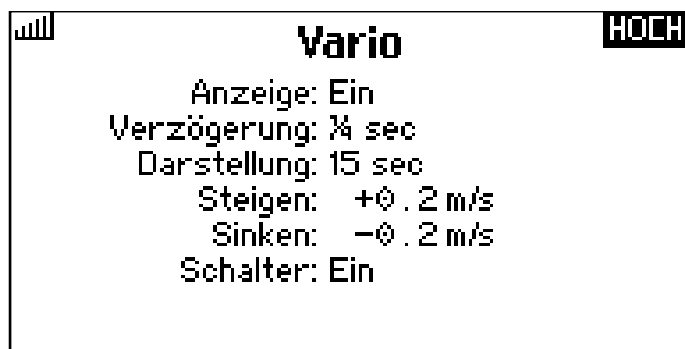
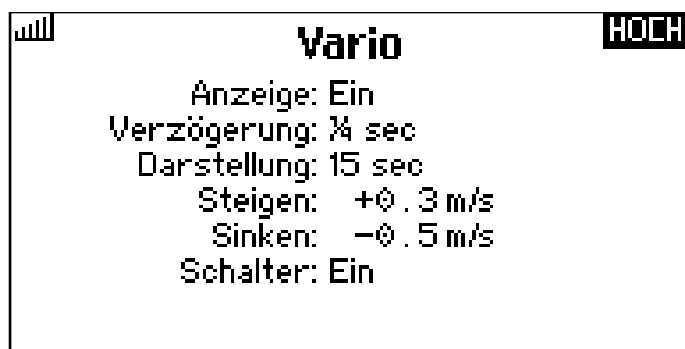

Abbildung 8: Empfindliche Einstellung für das Vario-DX
Abbildung 9: Unempfindliche Einstellung für das Vario-DX
9. „Vario“ auswählen und die Einstellungen für das Vario vornehmen. Abb. 8 zeigt eine eher empfindliche Einstellung des Varios für einen Segler bei ruhigem Wetter. Abb. 9 zeigt eine unempfindlichere Einstellung. Je empfindlicher die Einstellung, desto unruhiger ist das Vario und zeigt kleinstes Steigen und Sinken sofort an.